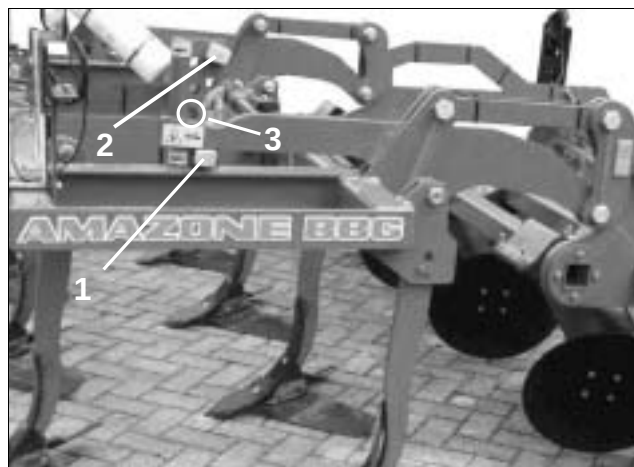

Fig. 11
- Eksenterbolten (Fig. 11/1) placeres op eller ned og drejes evt.
Hvis skærene ikke trækker sig nok ned i jorden, skal eksenterbolten (Fig. 11/2) sættes ned (direkte over armen til valsen) (Fig. 11/3). Herved får skærene en ekstra belastning af valsen.